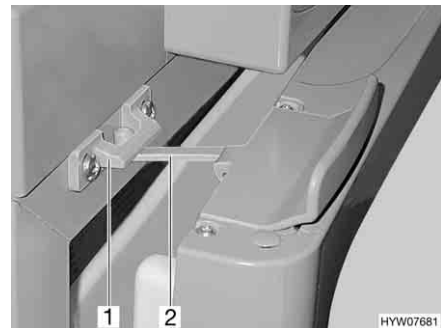

Bild 242 Kylskåpsdörr i ventilationsläge (Thetford)
■ För upp låset (Bild 242,2) och haka fast det i låsfästet (Bild 242,1). Därvid stannar kylskåpsdörren i öppet läge.